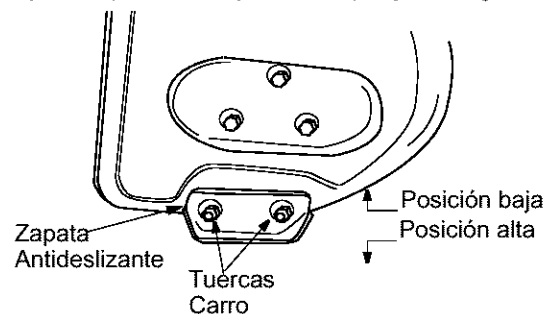

Figura 5
2. Si desea quitar nieve al ras del suelo, eleve más las zapatillas antideslizantes. Ver Figura 5.
3. Coloque las zapatillas en las posiciones media o alta cuando la superficie que desea limpiar sea despareja. Ver Figura 5.
4. Ajuste las zapatas antideslizantes aflojando las cuatro tuercas hexagonales y los pernos de carro tal como se muestra en Figura 5. Mueva las zapatas antideslizantes a la posición deseada.